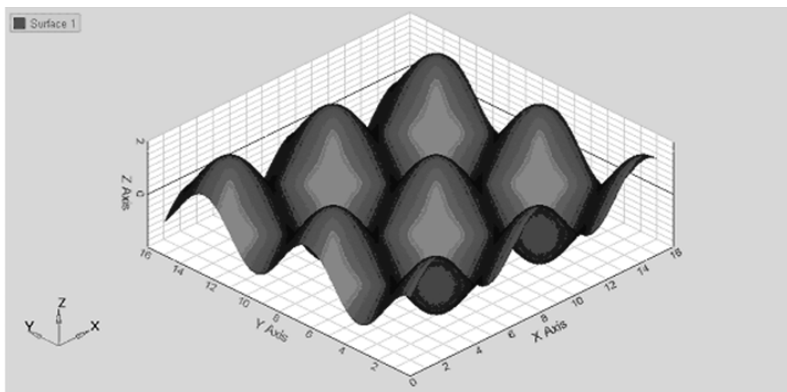

图 13-119 打开保存的 session
- (1) 通过主菜单依次选择 File > Open > Session。
- (2) 进入路径<installation_directory>\tutorial\mv_hv_hg\tutorials\mv_hv_hg\3dplotting\，打开文件 Curve_Attributes_Surface.mvw，如图 13-119 所示。